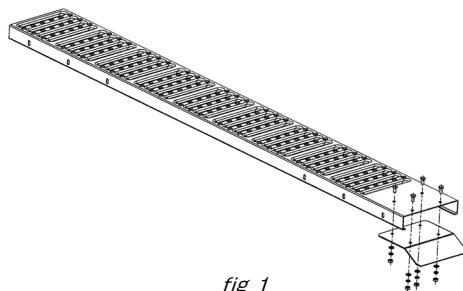

fig. 1
1. Fixez les plaques de rampe (n° 2) aux rampes en acier (n° 1) comme l'illustre la fig. 1. Reportez-vous à la répartitions/liste de pièces (page 9) pour l'ordre de positionnement des pièces quincaillerie (écrous, boulons, rondelles).